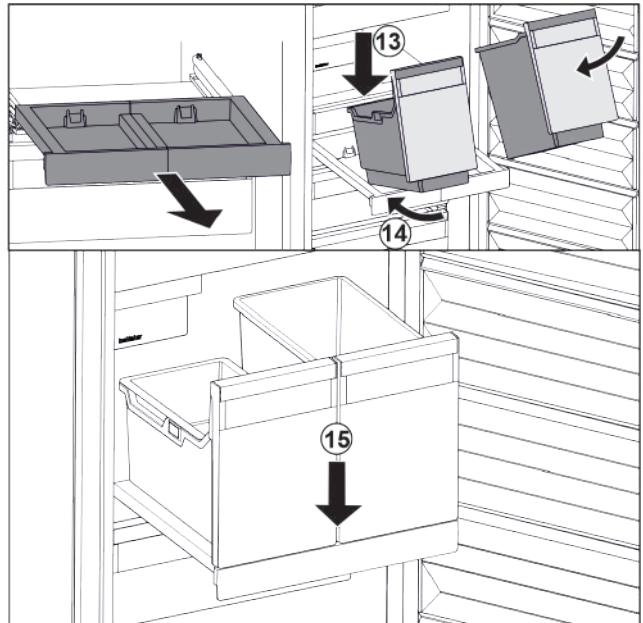

Fig. 24
- ▶ Встановити резервуар на витяжну панель навкосою. Fig. 24 (13)
- ▶ Насунути резервуар навкосою до задку. Fig. 24 (14)
- ▶ Резервуар опустити спереду. Fig. 24 (15)